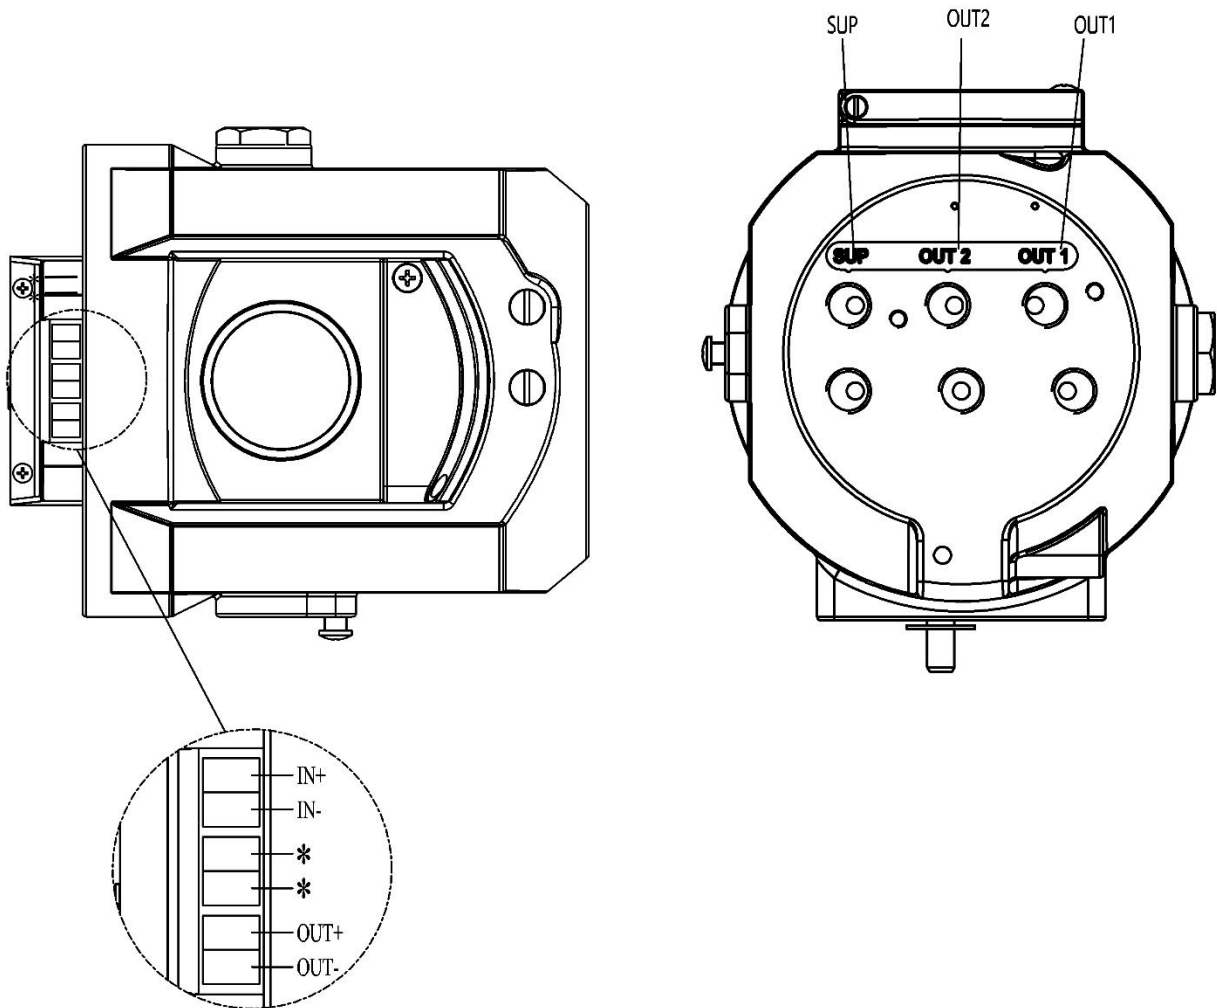

图 1. 接口说明
- 如果输入信号有衰减，而用户不需要 HART 通信功能，可以尝试将定位器设置成低阻抗模式。将图 1 所示的 2 个 \* 标记的未定义电气接口通过 1 根导线相互连接，使定位器处于低阻抗模式。